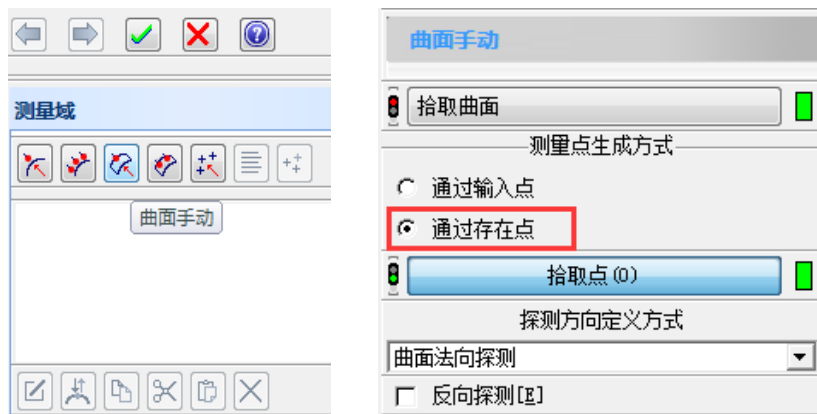

图 8 测量域编辑
4、在测量域中选择合适的布点方式，模具一般曲面比较复杂，不是一张完整的面，建议用曲面手动的方式布测量点，选择上述生成的存在点，编辑完成后点击绿色对号确定会返回测量域界面，此时可选择曲面手动继续布测量点也可点击绿色确定键返回检测参数界面（如图 8）；